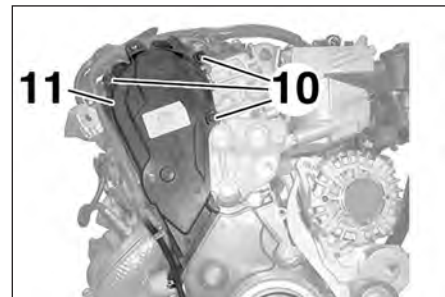

FIG.8
- les vis (10) (Fig.8),
- le carter supérieur de distribution (11).